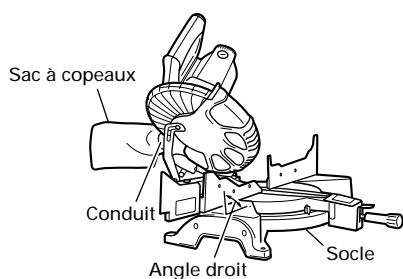

Fig. 36
- (1) Si le sac à copeaux est plein, les copeaux sortent du sac quand la lame tourne. Vérifier le sac à copeaux périodiquement et le vider avant qu'il ne soit plein.
- (2) Lors d'une coupe de biseau ou d'une coupe mixte, fixer le sac à copeaux à angle droit sur la surface du socle comme indiqué à la Fig. 36.